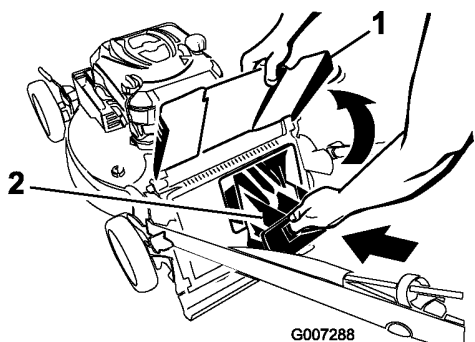
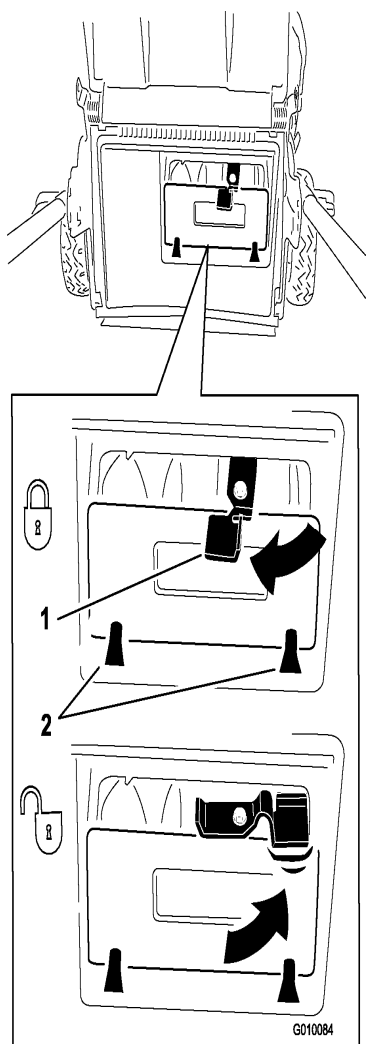

Рисунок 20
Рисунок 21
**Примечание:** Будьте внимательны, что бы нижний штепсель выпускного отверстия был закрыт. Захватите штепсель: Поднимите дефлектор выпускного отверстия (Рисунок 20), твердо вставьте штепсель, до упора, и вращать рычаг налево (Рисунок 21).
3. Примечание: Что бы открыть штепсель, вращайте рычаг на ручке в право (Рисунок 21)